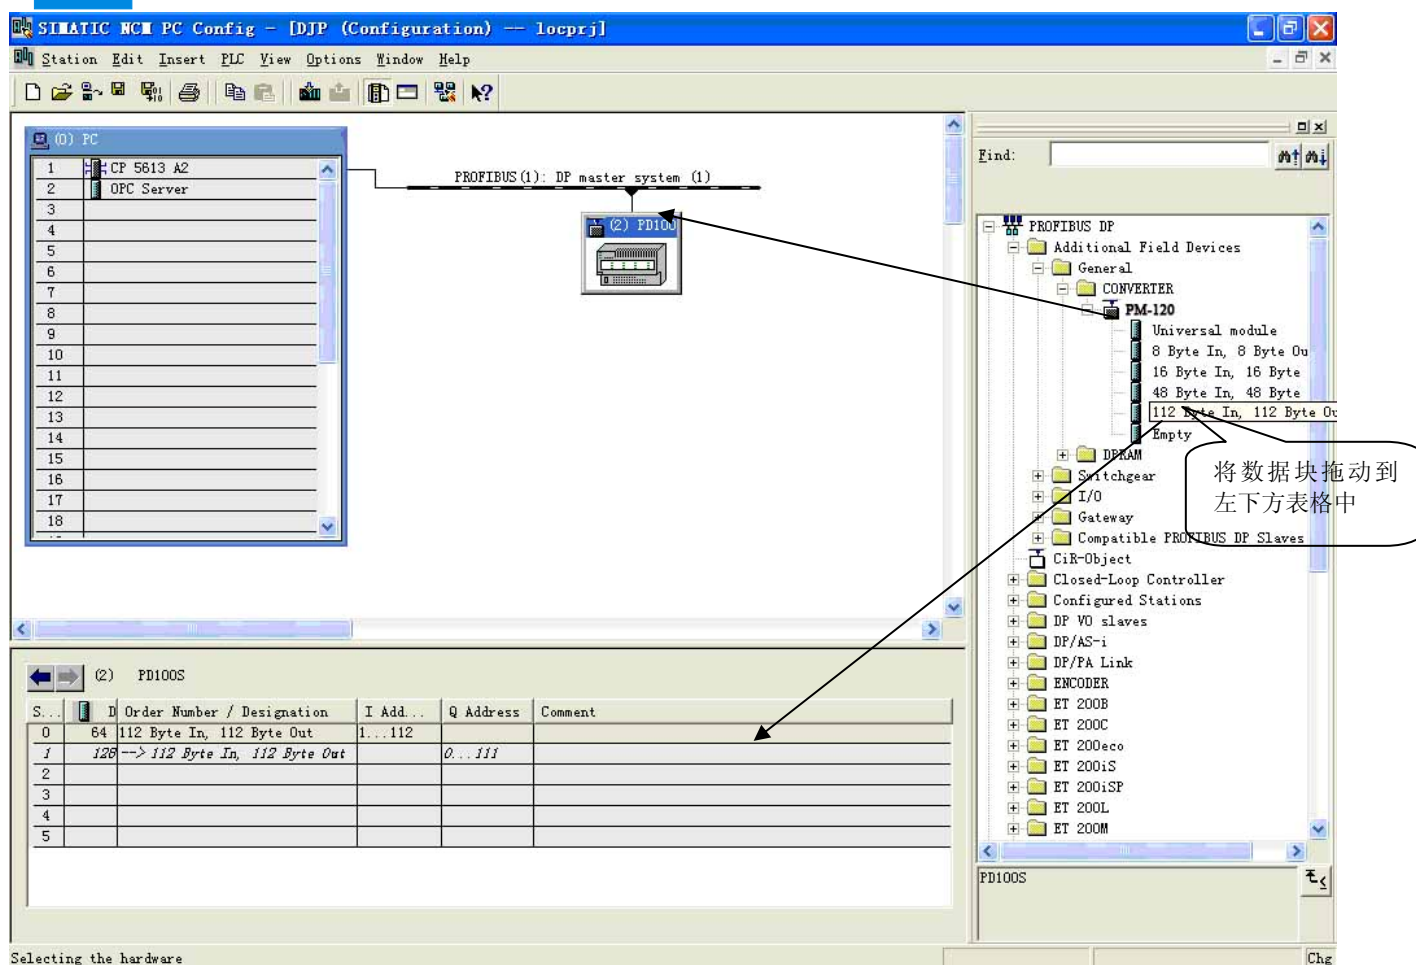

图 10
11. 将从站 PCO-150 配入到 PROFIBUS 网络配置当中，并将输入输出数据块，映射到 S7-300 或者其它控制器的内存当中。如图 10: